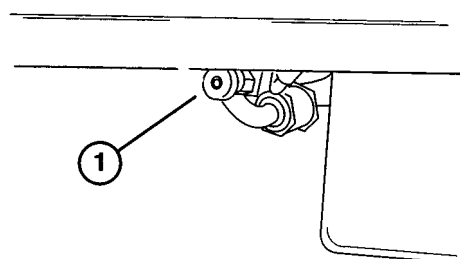

Fig. 10
**Valvola di chiusura del carburante** (Fig. 10)—